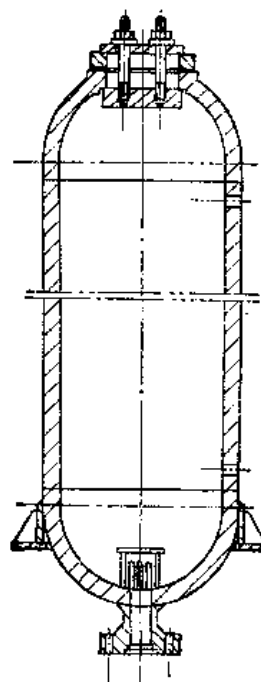
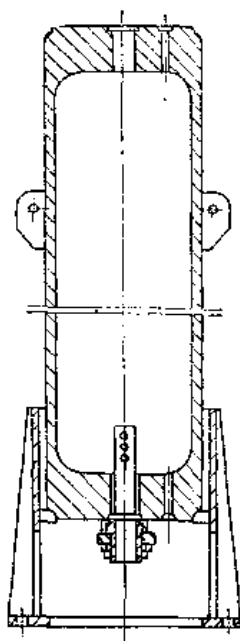

图13-4-6 单层卷板和冲压封头焊接式
图13-4-7 深拉伸半筒体对焊式
高压罐包括气罐和水罐, 容积多数为  $4\text{m}^3$ , 内径为  $800$  和  $900\text{mm}$  的标准规格。高压罐制造方法很多: ①单层卷板和冲压封头焊接式, 见图13-4-6; ②深拉伸半筒体对焊式, 见图13-4-7; ③两个冲压半球体对焊 (成球状); ④还有整体锻造筒体、多层卷板筒体等等。前3种制造简单、重量轻、质量高, 被普遍采用。